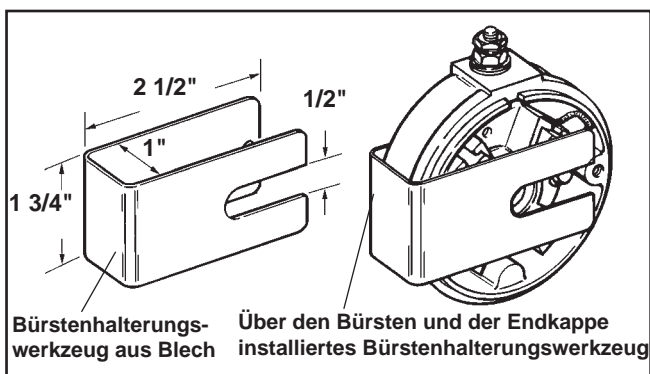

Abbildung 8-16. Bürstenhalterungswerkzeug (Typ-A-Endkappe).
**HINWEIS:** Verwenden Sie ein Bürstenhalterungswerkzeug, um die Bürsten in den Vertiefungen zu halten. Ein Bürstenhalterungswerkzeug lässt sich leicht aus dünnem Blech herstellen. Siehe Abbildung 8-16.